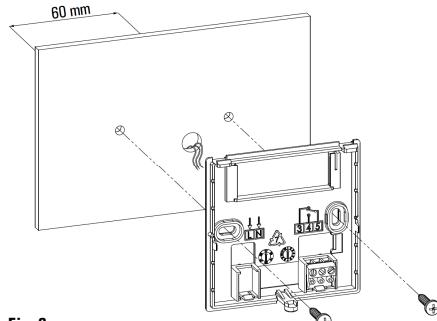

Fig. 6
- Fijar la base directamente a la pared o en una caja de derivación de 2 módulos mediante los orificios de los tornillos con distancia entre ejes de 60 mm prestando atención a pasar los cables en la ranura como indica la Fig. 6.